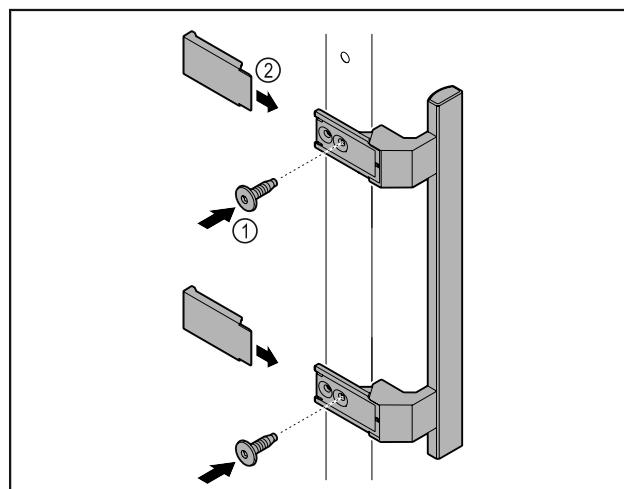

Fig. 6
► Upevnite držadlo z príslušenstva na dvere pomocou priložených skrutiek Fig. 6 (1).
► Nasadte kryt Fig. 6 (2).